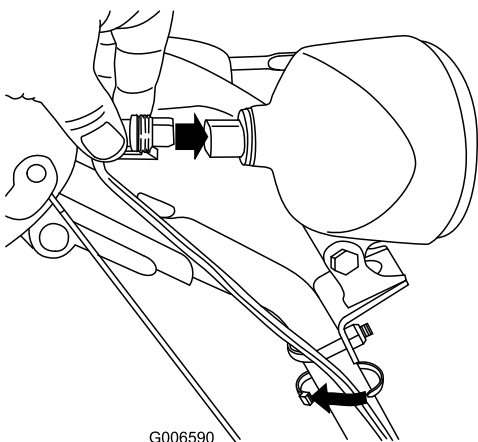

Figure 67
6. Branchez le connecteur du fil directement à l'arrière du phare en l'enfonçant bien en place (Figure 67).